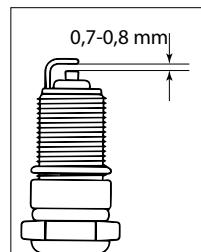

Fig. 27
7. Compruebe el espacio entre los electrodos central y de tierra con una galga de espesores especial. Si es necesario, establezca el espacio entre 0,7 y 0,8 mm (fig. 27).